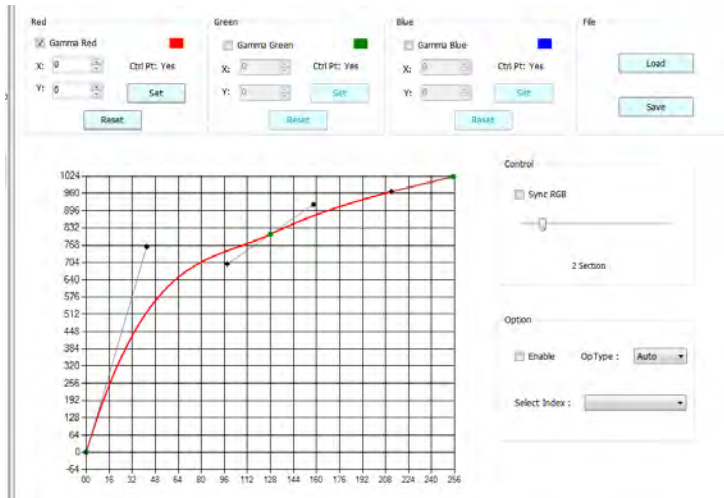

Figure 85: Gamma 曲线调整示意图
4. Gamma 曲线的调整方式：初始化在座標上可以看到 RGB 三條曲線。勾選 Gamma Red、Gamma Green、Gamma Blue 後可以利用滑鼠控制十字符號移動點擊控制曲線，如果點擊的地方剛好三條曲線交叉重疊，優先順序為 Red、Green、Blue，先以 R 曲線為例可以按滑鼠左鍵新增控制點，右鍵移除控制點，移動控制點可以改變曲線，控制點旁也會有兩個輔助點，用來微調貝茲曲線。R、G、B 各有有 256 個 pixel 值，參考 Figure 85。